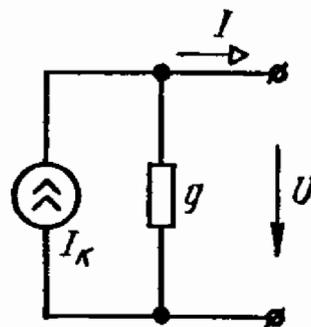

Рис. 1.21
1.21. Определить напряжение на зажимах источника тока схемы рис. 1.21, если $J_k = 0,1 \text{ А}$, $g = 1 \cdot 10^{-3} \text{ См}$, $I = 90 \text{ мА}$.